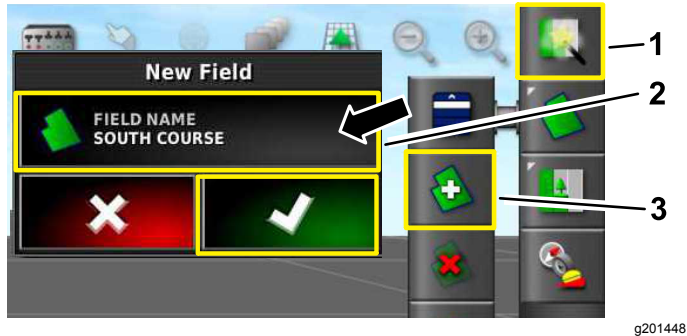

Figura 3
2. Seleccione el nombre de la parcela, escriba un nombre para la parcela y confirme (Figura 3).